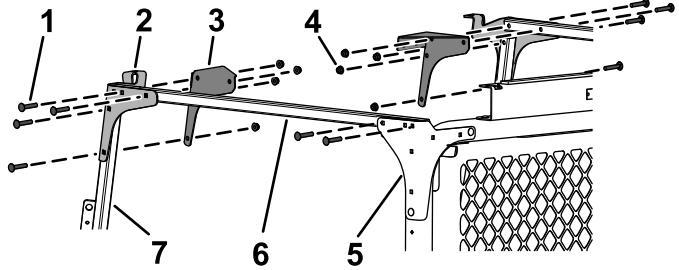

Figura 35
- Montate, senza serrarli, i tubi di collegamento trasversali sulle staffe di montaggio posteriori e sui rinforzi degli angoli posteriori con 4 bulloni a testa tonda (5/16" x 1 $\frac{3}{4}$ ") e 4 dadi flangiati (5/16") come illustrato nella Figura 35.
- Montate, senza serrarle, le staffe di montaggio anteriori e i rinforzi degli angoli anteriori sui tubi di collegamento trasversali e sui supporti del parabrezza utilizzando 8 bulloni a testa tonda (5/16" x 1 $\frac{3}{4}$ ") e 8 dadi flangiati (5/16") come illustrato nella Figura 35.